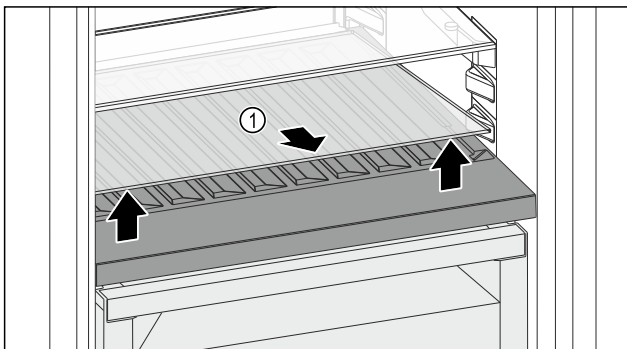

Fig. 145
- Soulever la plaque de verre *Fig. 145 (1)* au niveau de l'évidement avant et la retirer.
- Entreposer la plaque de verre *Fig. 145 (1)* dans un endroit sûr hors de l'appareil.
- Insérer la plaque de verre (2) sous le compartiment à bouteilles amovible.